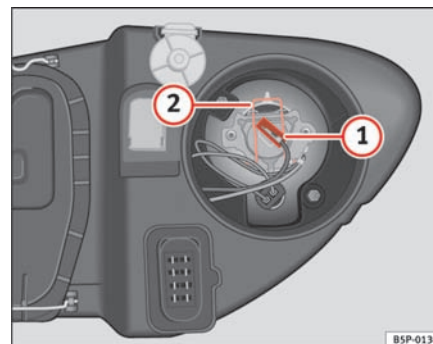

Fig. 190 Fjernlys
- Tag stikket ⇒ fig. 190 ① af pæren.
- Tryk fjederen ⇒ fig. 190 ② indad, og drej den mod højre.